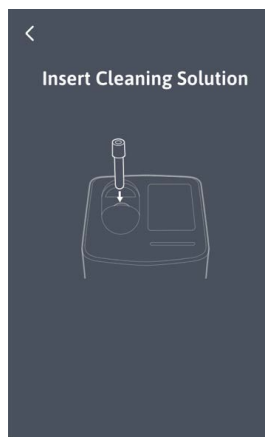

Figura 39
2. Cuando la pantalla lo indique (Figura 39), inserte el tubo de deepCLEAN o el tubo preparado manualmente con solución de hipoclorito de sodio al 6-7 % en la posición de carga de muestra para iniciar el proceso automatizado.